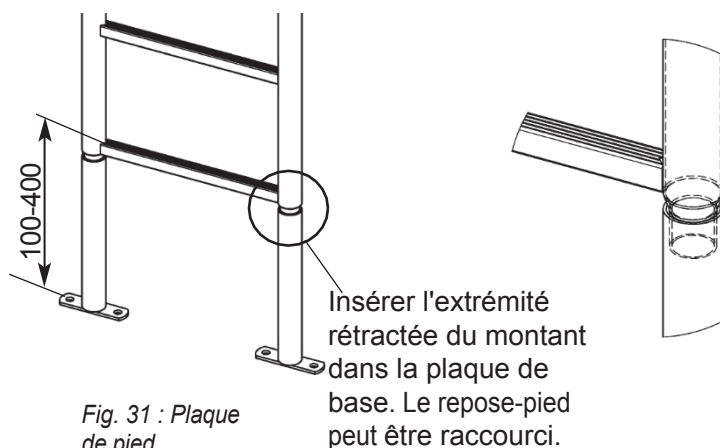

Fig. 31 : Plaque de pied
8.6.1 Plaques d'appui standard pour échelles non raccourcies (fig. 31/32)